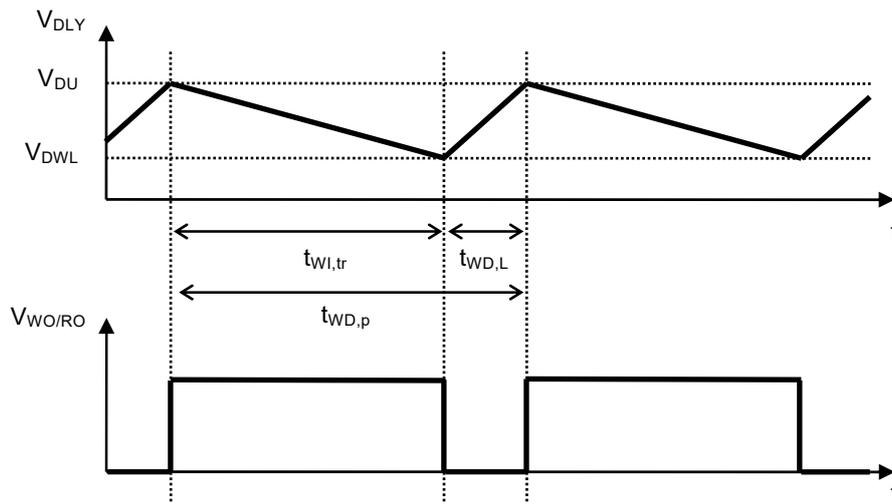

图8
*1. 看门狗定时器反复进行超时的检测时，在WO / RO端子出现的连续矩形波的周期 (参阅图8)。可按以下的公式算出。
*2. 看门狗定时器进行超时的检测后，WO / RO端子保持 "L" 的时间 (参阅图8)。
*3. 从看门狗定时器开始进行触发信号检测后，到检测出超时，并且WO端子输出变化为 "L" 为止的时间 (参阅图8)。此值可以通过 C_{DLY} 的电容值进行更改。